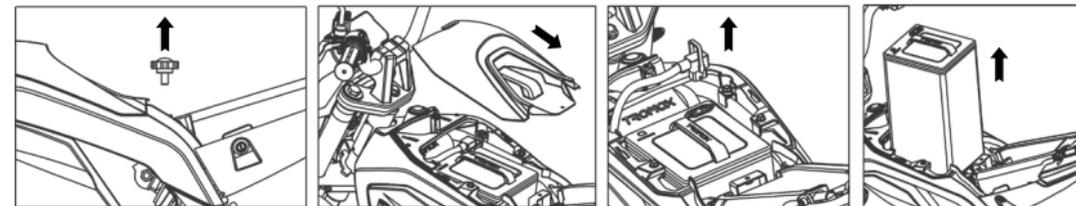

Figure 3
- ② Dévissez le boulon - tirez vers l'arrière le couvercle supérieur - retirez la fiche du câble de la batterie - soulevez la batterie. (Figure 3)